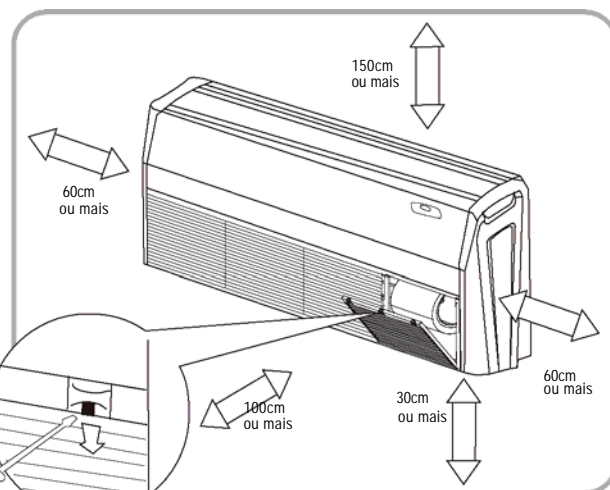

Fig 23
- O espaço ao redor da unidade deve ter uma ventilação adequada (Siga Fig.23)